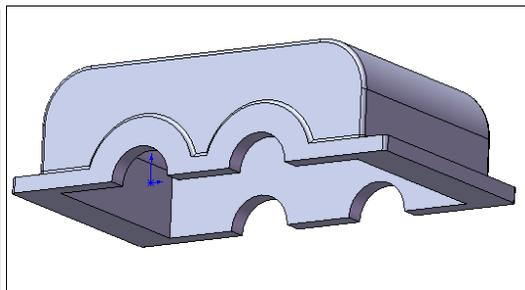

Рис. 2.132
2. Аналогичным образом построим вторую половину корпуса. Нажмем кнопку  — **Зеркальное отражение**. В разделе **Зеркально отразить грань/плоскость** обозначим плоскую грань детали. В разделе **Копировать тела** укажем твердое тело половины корпуса. В результате будет построен корпус редуктора (рис. 2.132).